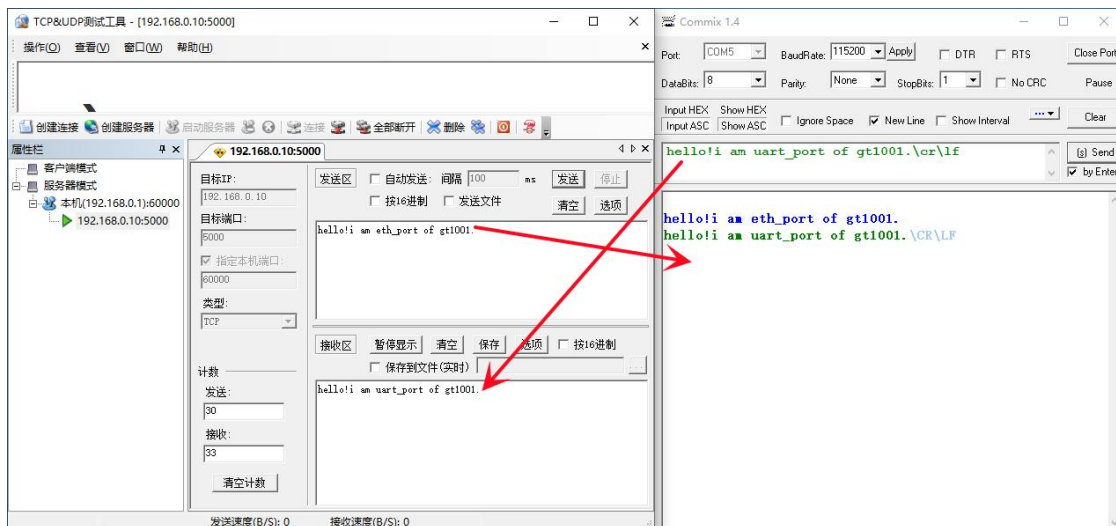

图 17-10 串口到网络数据传输界面
(6) 串口到网络数据流向传输测试：电脑 BB 串口->GT1001/S 串口->GT1001/S 以太网口->电脑 AA 网络。在电脑 BB 发送区输入数据，然后点击发送，可在电脑BB 上接收到相应的数据，如图 17-10 所示。